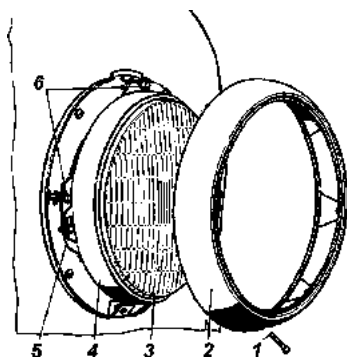
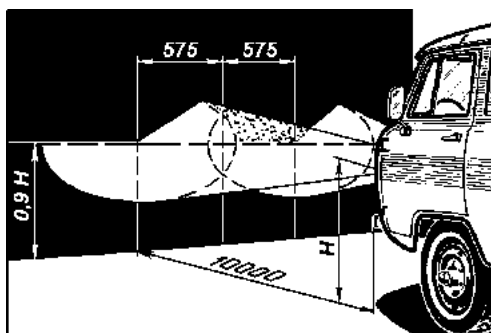

Рис. 9.38. Фара:
Рис. 9.39. Разметка экрана для регулировки фар:
1. Отсоедините трубку 2 (рис. 9.38) от аккумуляторной батареи 5;
Для замены лампы в фаре необходимо отвернуть винт 1 (рис. 9.38) и снять декоративный ободок 2. Ослабить три винта 5 и снять внутренний ободок 4 с оптическим элементом 3.
3. Включите ближний свет и, закрыв одну из фар, отрегулируйте другую винтами 6 (см. рис. 9.38) так, чтобы световое пятно на стене или экране было расположено, как показано на рис. 9.39. Регулировочные винты фар расположены симметрично центра фар в горизонтальной плоскости.